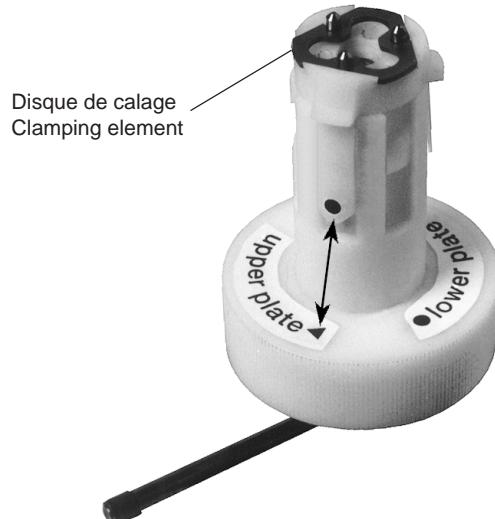

Fig. 13
- Tourner l'extracteur sur la position "△ upper plate" (calage supérieur) (Fig. 13).
- Déposer le disque de calage sur les tétons de l'extracteur (Fig. 13) et pivoter la poignée de 90° dans le sens de la flèche "OPEN".
- Change the position of the extractor to "△ upper plate" (upper clamping element, Fig. 13).
- Place the clamping element onto the pins of the extractor (Fig. 13) and turn the lever by 90° in the direction of the arrow "OPEN".